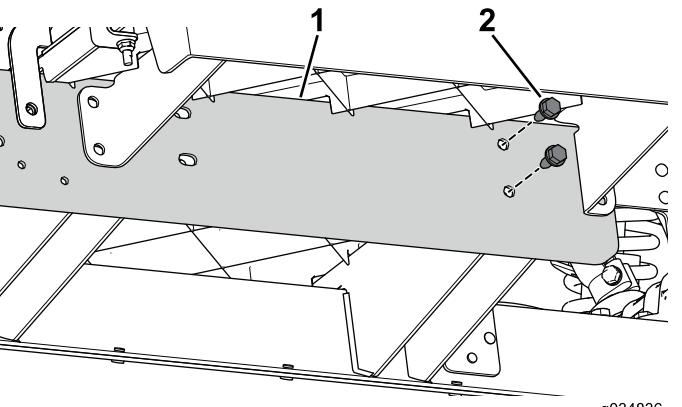

図 23
3. 車体前部のセンターチャネルに、エクステンションレールを仮止めするボルト $5/16 \times 3/4$ インチ2本を使う図 23。